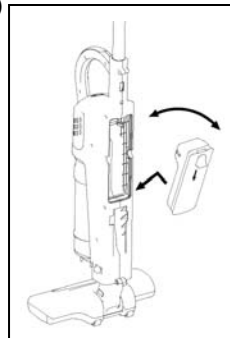

Fig. 4
5. Sostenga la batería e inserte primero la parte de abajo dentro de la abertura de la parte posterior de la unidad. Luego rótelas en su lugar verificando que haga clic y se traben. (Fig. 4)